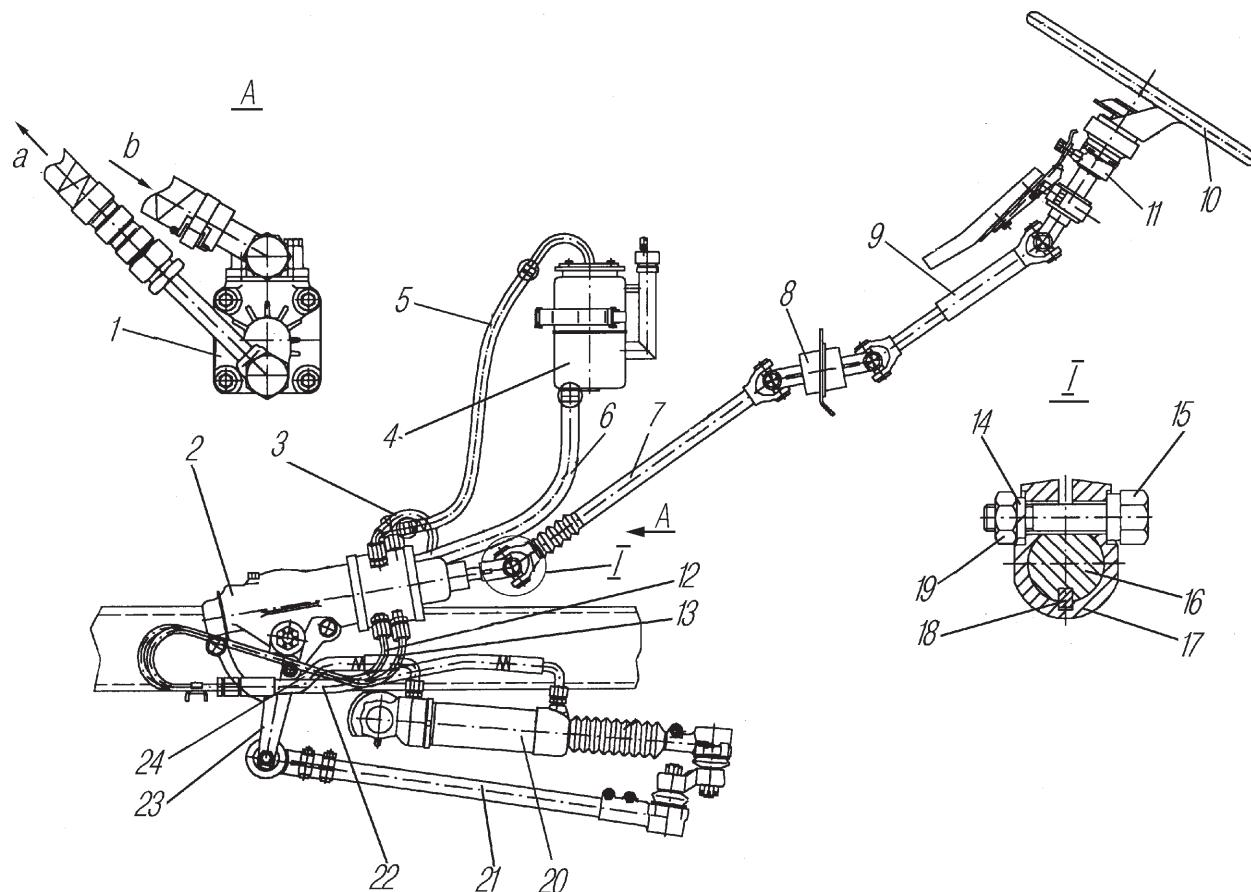
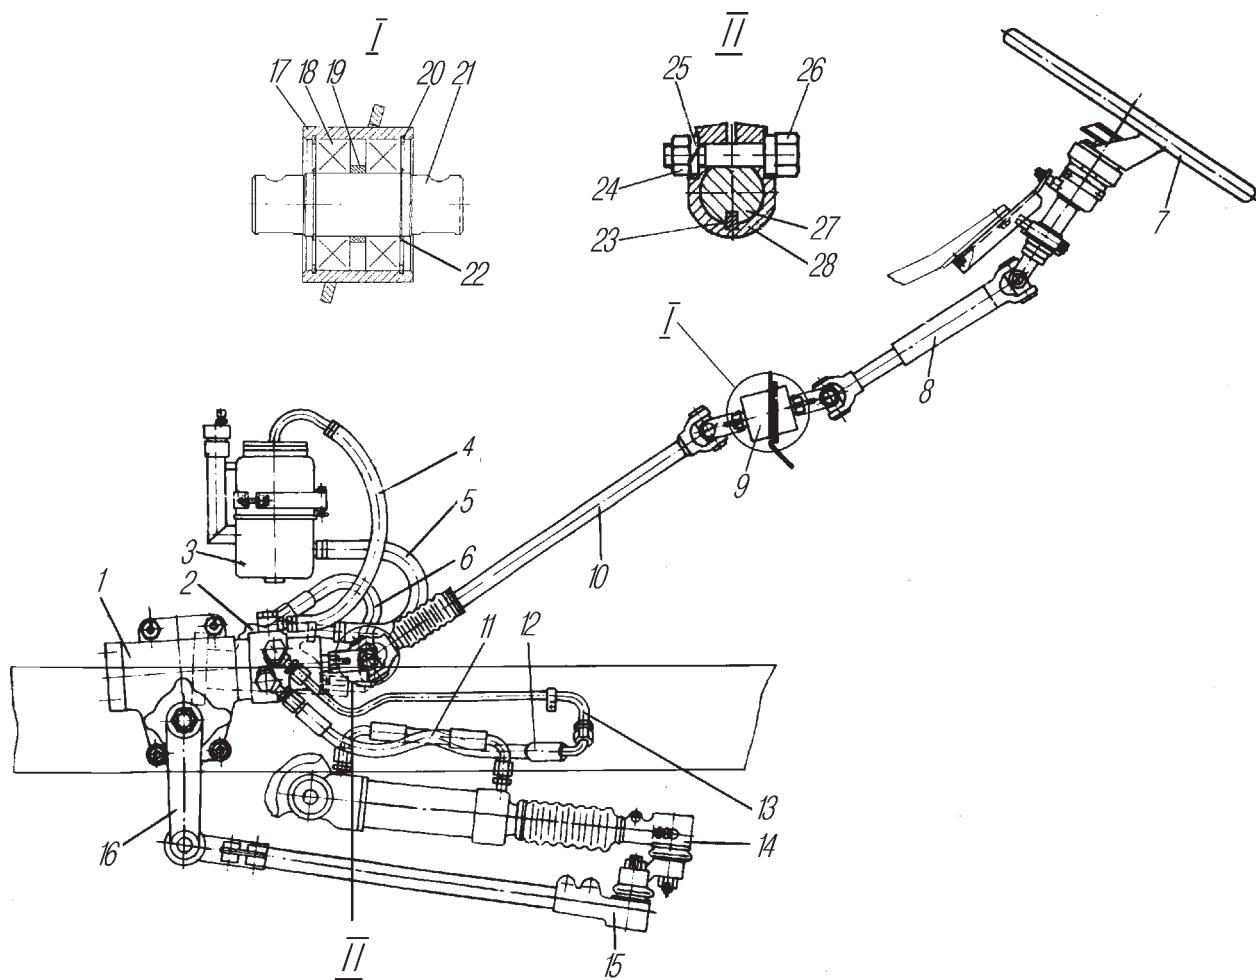
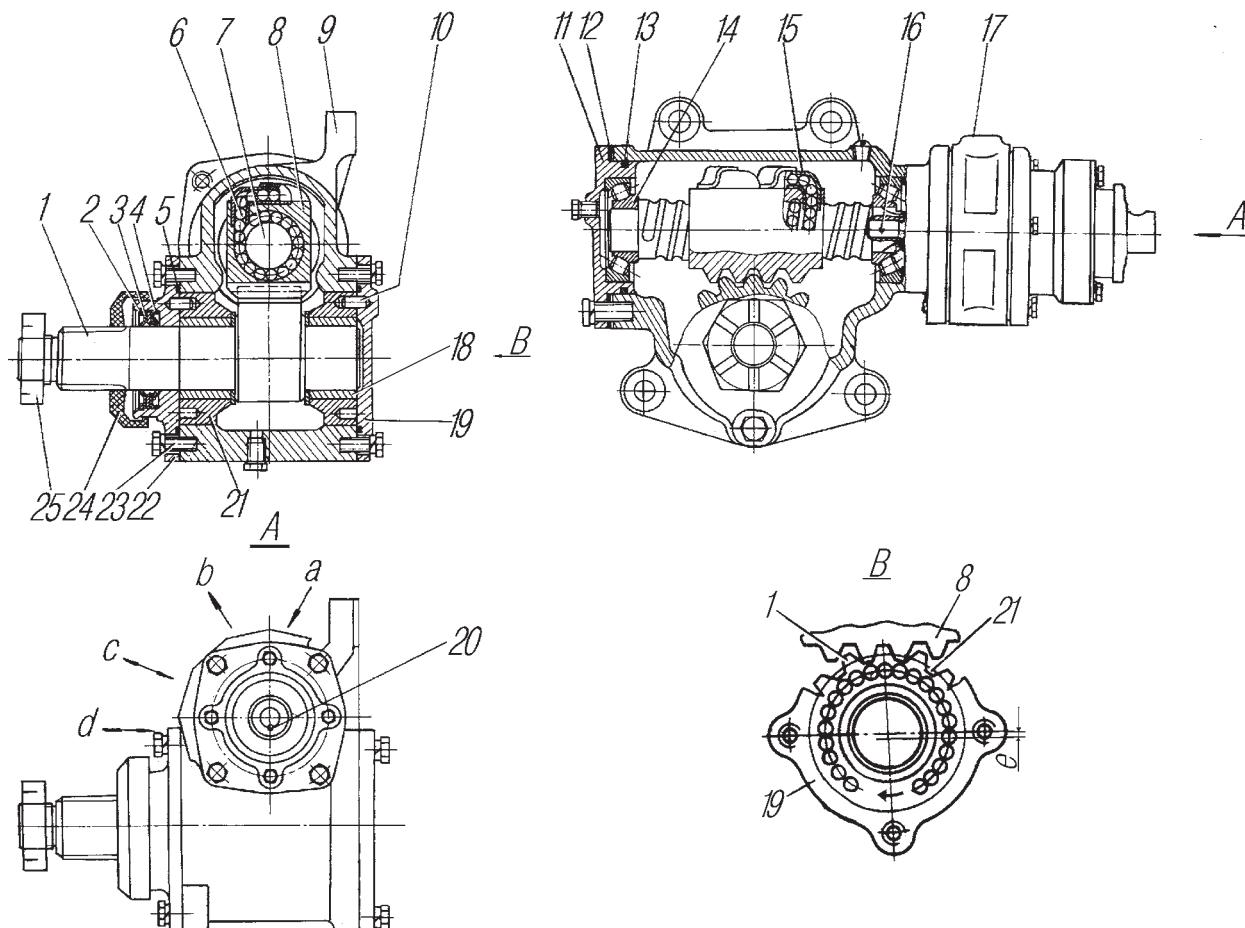
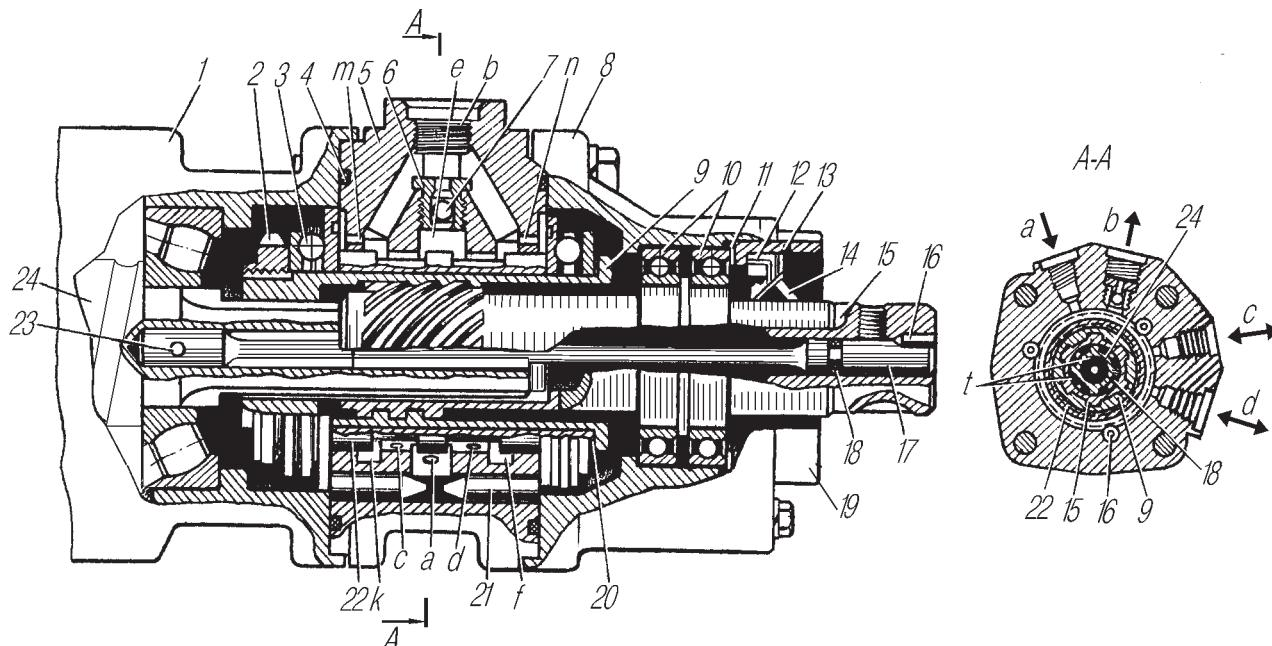

Рис. 53. Рулевое управление с механизмом типа червяк-боковой сектор:
Рис. 54. Рулевое управление с механизмом типа
Рис. 56. Механизм рулевой (винт-шариковая гайка-рейка-сектор):
Рис. 57. Распределитель гидроусилителя руля:
На автомобилях возможна установка рулевого управления двух исполнений: с рулевыми механизмами типа червяк-боковой сектор или винт-шариковая гайка-рейка-сектор, при этом карданные валы 7 (рис. 53) и 10 (рис. 54) отличаются длиной.
Рулевая колонка соединяется с рулевым механизмом карданными валами через промежуточную опору 8 (см.рис. 53). В конструкции промежуточной опоры применены подшипники закрытого типа, не требующие смазки.
Рулевой механизм с распределителем (рис. 56) включает в себя винт 7 и шариковую гайку-рейку 8, находящуюся в зацеплении с сектором 1. Полукруглые винтовые канавки на винте и гайке-рейке образуют канал, заполненный при сборке механизма шариками 6 высокой точности.
Распределитель (рис. 57) установлен на рулевом механизме.
Рабочая жидкость от насоса поступает к средней канавке «е» (см. рис. 57). Поскольку в этом положении золотника канавки «е», «к» и «f» соединяются между собой, то масло, заполняя их и реактивные камеры, из распределителя через крайние канавки «к» и «f» и отверстие «б» сливается в масляный бак.
В начальный момент перемещения, когда давление в гидросистеме невелико, усилие на рулевом колесе, в основном, создается за счет закручивания торсиона, который непосредственно воздействует на вал 15. Винтовое соединение при этом перемещает золотник и практически не нагружается. При смещении золотника, величина которого ограничена зазором «t» в шлицевом соединении, прекращается доступ рабочей жидкости к кольцевой канавке «f». Жидкость от насоса подается к средней канавке «e», а затем через канал «d» в корпусе и далее по трубопроводу поступает в бесштоковую полость усилительного механизма 14 (см.рис. 54).
Из штоковой полости усилительного механизма жидкость по трубопроводам, через канал «c» (см.рис. 57) распределителя поступает в кольцевую канавку «k» и далее через отверстие «b» сливается в бак.
В рулевом механизме (см.рис. 56) следует регулировать натяг в подшипниках 14 и зазор в зацеплении гайки-рейки 8 с сектором 1.
1. Перед регулировкой натяга в подшипниках 14 закрепить рулевой механизм в тисках за проушины картера, отсоединить карданный шарнир (см.рис. 54). Вращением вала 15 (см.рис. 57) установить гайку-рейку 8 (см.рис. 56) и сектор 1 в одно из крайних положений. Определить момент, необходимый для проворачивания вала 15 (см.рис. 57) из крайнего положения в среднее (вал проворачивать на угол примерно 30°). Если момент меньше 0,9 Н.м (0,1 кгс.м), отрегулировать натяг в подшипниках 14 (см.рис. 56), уменьшив количество прокладок 12. После регулировки момент, необходимый для проворачивания вала 15 (см.рис. 57), должен быть в пределах 0,9-1,5 Н.м (0,1-0,15 кгс.м).
Наличие зазора определять покачиванием сошки в обе стороны (будет слышен легкий стук в зубчатом зацеплении) или поворотом вала 15 влево и вправо до начала закрутки торсиона 17 при зафиксированном секторе. Для регулировки зубчатого зацепления снять сошку, крышки 19 (см.рис. 56) и 22 и повернуть вкладыши 21 с подшипниками 18 по часовой стрелке (если смотреть со стороны вала сектора) на одинаковый угол так, чтобы исключить зазор в зубчатом зацеплении. После поворота вкладышей одно из отверстий во вкладышах должно располагаться в плоскости, проходящей через диаметрально расположенные резьбовые отверстия в картере 9 для крепления крышек 19 и 22. Установку крышек производить таким образом, чтобы фиксаторы 10 вошли в отверстия во вкладышах 21 и располагались друг против друга. При незначительном несовпадении фиксаторов и отверстий повернуть вкладыши в ту или другую сторону до совпадения фиксаторов и отверстий, обратив внимание на отсутствие зазора в зубчатом зацеплении. Крышки 19 и 22 после регулировки могут быть повернуты на 90° , 180° и 270° относительно первоначального положения.
После установки крышек момент, необходимый для проворачивания вала 15 (см.рис. 57) в среднем положении, должен быть в пределах 2,7-4,1 Н.м (0,27-0,41 кгс.м).